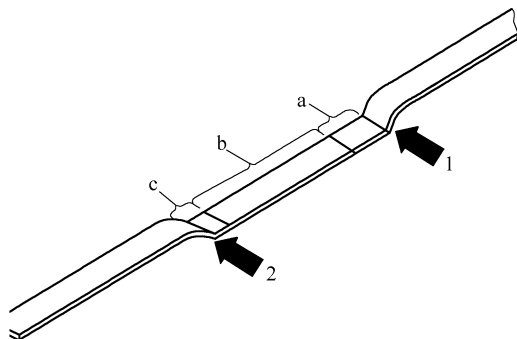

图 2-3-3 发动机机油尺
2) 再次拔出机油尺并读出机油油位, 如图 2-3-3 所示。